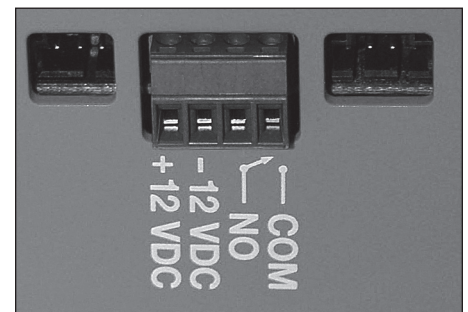

Figure 13
**Remarque :** Si une télédétection de l'alarme est souhaitée, la connexion au circuit d'alarme peut être réalisée en utilisant les contacts normalement ouverts disponibles sur le bornier. Ces contacts sont classés pour une intensité de 150 mA. Ne pas dépasser cette gamme d'intensité au risque d'endommager l'unité de contrôle. Le dépassement du courant nominal annulera la garantie. **Figure 13**